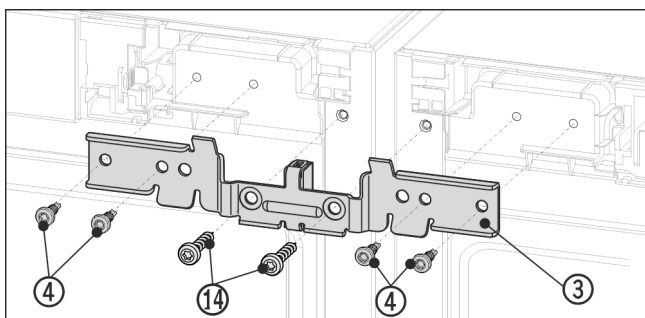

Fig. 14 Beispielhafte Darstellung
- Winkel Fig. 14 (3) mit dem Distanzstück zwischen die Geräte und auf die Zapfen schieben. Den Winkel mit vier Schrauben Fig. 14 (4) und den zuvor herausgeschraubten Erdungsschrauben Fig. 14 (14) abwechselnd rechts und links lose anschrauben.